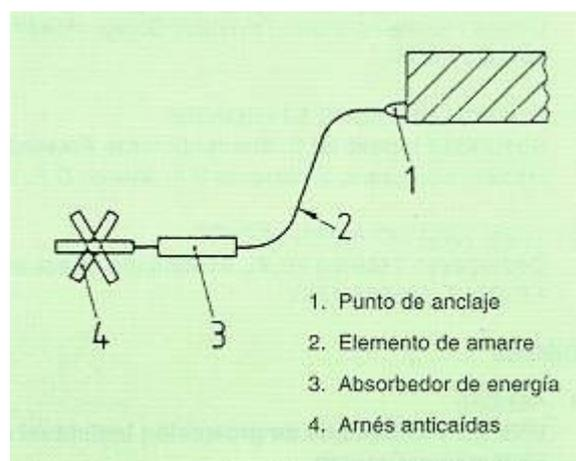

Fig. 9: Esquema de sistema anticaídas con absorbedor de energía
- Dispositivo anticaídas con absorbedor de energía (fig. 9): Puede ser cualquier tipo de dispositivo anticaídas en el que añade un componente que garantiza la parada segura de una caída de altura en condiciones normales de utilización. Puede ser colocado indistintamente en el elemento de amarre como en el punto de anclaje.